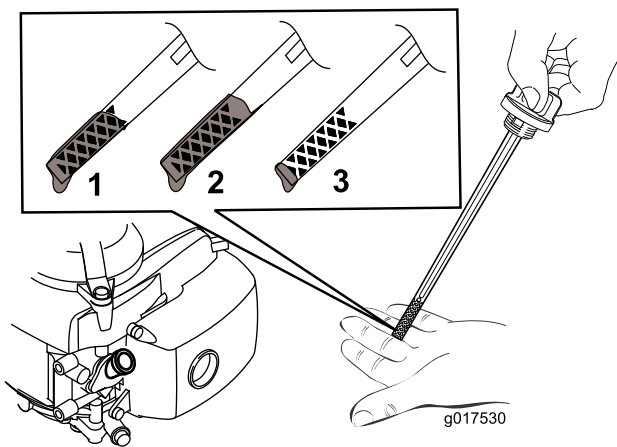

Bild 10
Hinweis: Füllen Sie das Motorkurbelgehäuse mit Öl, bis der Peilstab angibt, dass der Ölstand richtig ist, wie in Bild 10 dargestellt. Wenn Sie zu viel Öl in den Motor füllen, lassen Sie etwas Öl ab, siehe „Wechseln des Motoröls“.
5. Siehe Bild 10, wie Sie den richtigen Ölstand am Peilstab ablesen.